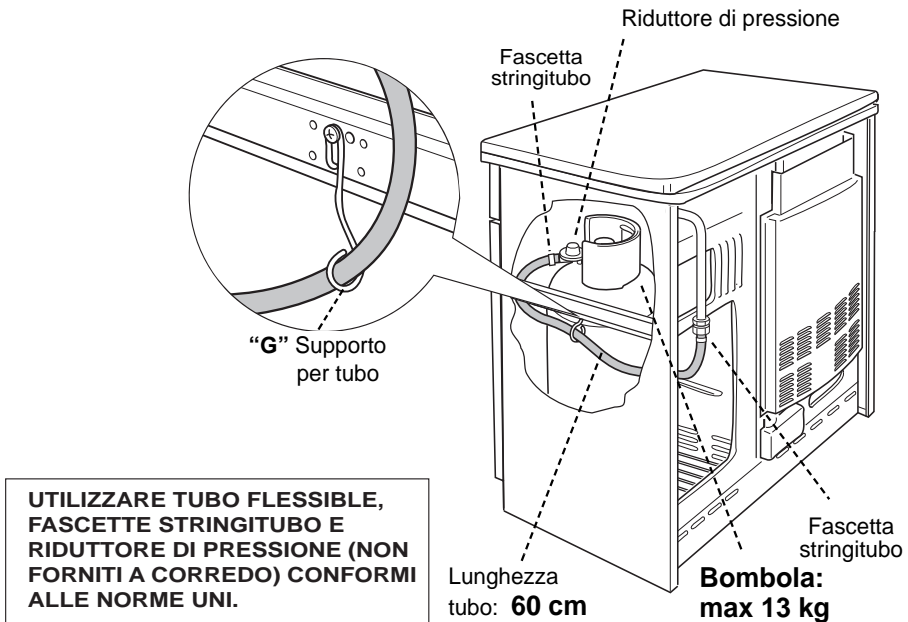

Fig. 2.4
**NEL CASO IN CUI IL COLLEGAMENTO GAS VENGA ESEGUITO MEDIANTE ALLACCIAMENTO ALLA BOMBOLA POSIZIONATA NELL'APPOSITO VANO, FARE RIFERIMENTO AL CAPITOLO "PORTABOMBOLA" ED ALLA FIG. 2.4**